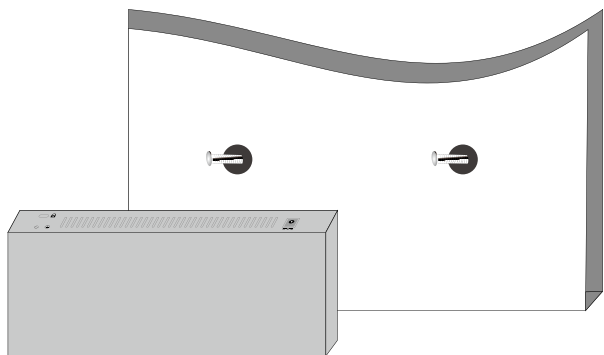

图 2-3 墙壁安装示意图
**步骤 1：**在墙上打 2 个直径 5 毫米左右的孔，间距为 110 毫米，两孔连线保持水平，如图 2-3 所示；